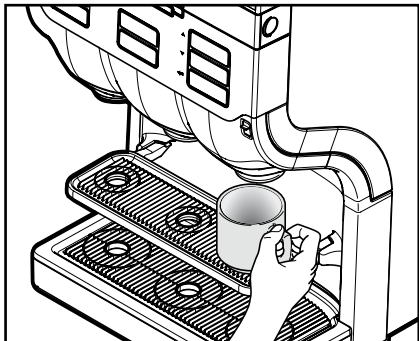

Fig. 10
- Plasser koppen på koppebrettet. (Fig. 10)
1. Plasser koppen på koppebrettet. (Fig. 10)